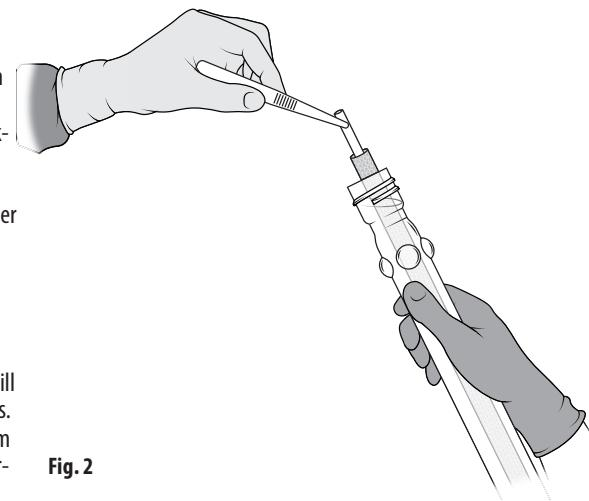

Fig. 2
4. Mandrängen flyter ovanför rörets öppning. Avlägsna protesen aseptiskt från röret genom att gripa tag i änden av mandrängen och försiktigt lyfta den ut ur röret. Fig. 2. Låt inte protesen vidröra den yttre övre kanten av röret. "T" på den nedre delen av mandrängen förhindrar att protesen glider av mandrängen.